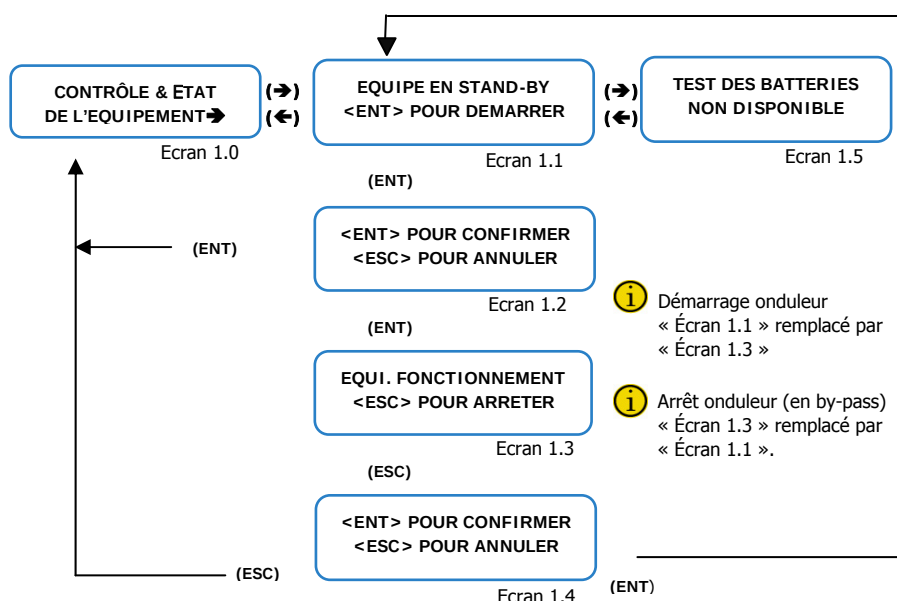
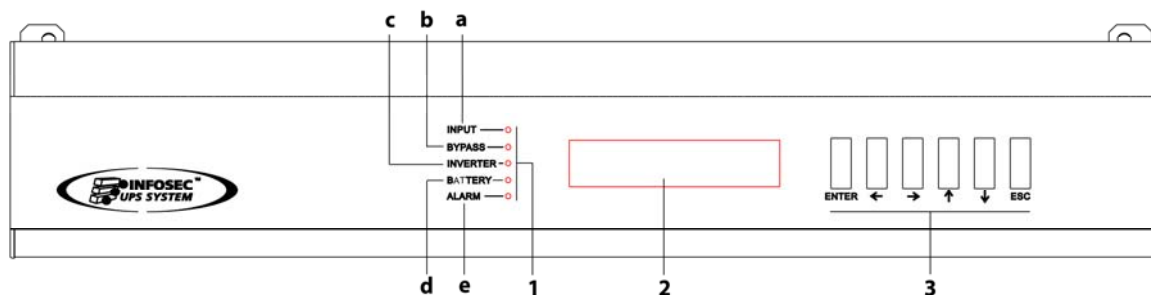

Fig.17. Procédure de démarrage / d'arrêt
Fig.18. Indications des DEL du panneau de commande (PC)
À ce point, aucune alarme n'étant active, les indications des voyants, verte pour tension d'entrée correcte et orange pour le mode by-pass, s'affichent ((a), (b) sur fig. 18).
Démarrez l'onduleur. L'opération de démarrage va s'effectuer grâce au clavier du panneau de commande ((3) sur la fig. 18). Allez dans le sous-menu « CONTRÔLE & ETAT DE L'EQUIPEMENT » (écran 1.0), et cliquez à droite une seule fois. L'écran 1.1 s'ouvre vous demandant de démarrer l'unité en appuyant sur (ENT). Faites-le, et confirmez en appuyant à nouveau sur (ENT). Voir le diagramme de l'écran suivant (fig.17).
- Assurez-vous, avant de continuer, que le voyant lumineux (c) « INVERTER » est allumé (vert), et que (b) « BYPASS » est éteint (voir fig. 18). Sinon, veuillez prendre contact avec le service d'assistance technique.
- Arrêtez l'onduleur. Allez dans le sous-menu (écran 1.0) « CONTRÔLE & ETAT DE L'EQUIPEMENT » - voir Fig. 18, et cliquez à droite une seule fois. L'écran 1.3 va s'ouvrir vous demandant d'arrêter l'unité en appuyant sur (ESC). Faites-le, et confirmez en appuyant à nouveau sur (ENT), voir Fig. 17.
- Arrêtez l'onduleur à l'aide du panneau de contrôle. Allez dans le sous-menu (écran 1.0) « CONTRÔLE & ETAT DE L'EQUIPEMENT » - voir Fig. 18, et cliquez à droite une seule fois. L'écran 1.3 va s'ouvrir vous demandant d'arrêter l'unité en appuyant sur (ESC). Faites-le, et confirmez en appuyant sur (ESC). Faites-le, et confirmez en appuyant à nouveau sur (ENT), voir Fig. 17.
- Retirez les vis de fixation du blocage mécanique (BL).
- Retirez le blocage mécanique (BL) du commutateur de by-pass manuel (Q5) et fermez-le ("ON").
- Démarrez l'onduleur. Allez dans le sous-menu (écran 1.0) « CONTRÔLE & ETAT DE L'EQUIPEMENT » - voir Fig. 18, et cliquez à droite une seule fois. L'écran 1.1 va s'ouvrir vous demandant de démarrer l'unité en appuyant sur (**ENT**). Faites-le, et confirmez en appuyant à nouveau sur (**ENT**). Voir le diagramme de l'écran suivant (Fig.17).